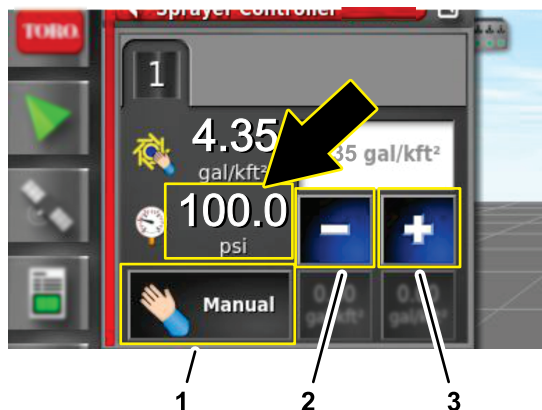

Figura 201
7. En el cuadro de diálogo Controlador del caudal de fumigación, pulse el icono MODO DE CONTROL DE CAUDAL hasta que aparezca el modo manual (Figura 201).
8. Presione el icono Reducir (-) o Aumentar (+) para ajustar la presión del sistema de fumigación (Figura 201) a 6.9 bar (100 psi).